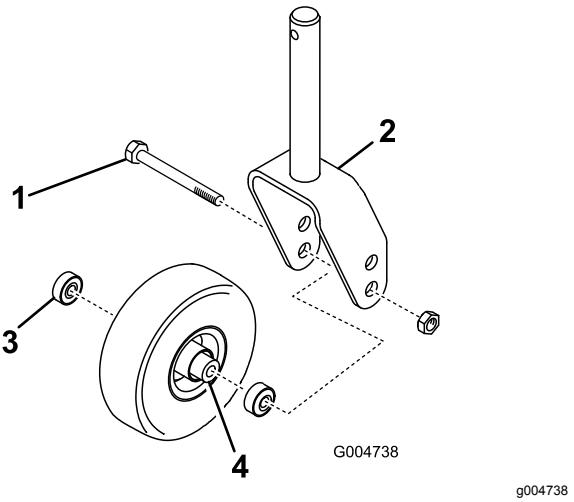

Figura 29
1. Retire a porca de bloqueio do parafuso que fixa o conjunto da roda, no respetivo suporte (Figura 29). Fixe a roda giratória e retire o parafuso da forquilha ou do braço articulado.
2. Retire o rolamento do cubo da roda e deixe cair o espaçador do rolamento para fora (Figura 29). Retire o rolamento do lado oposto ao do cubo da roda.